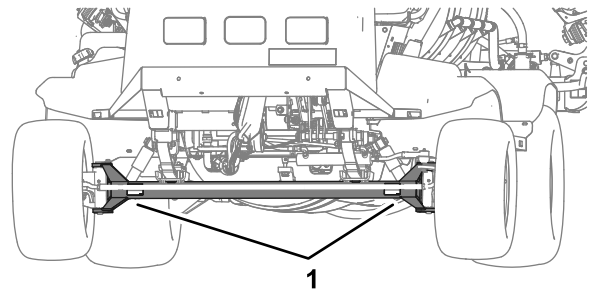
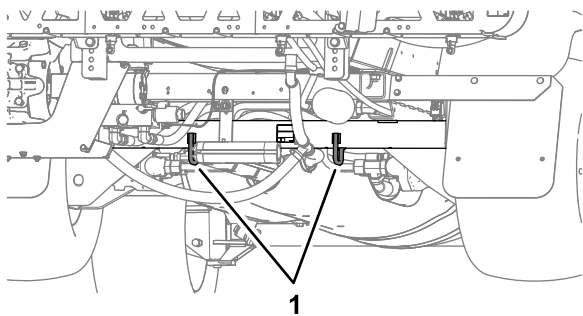

Figure 53
Figure 54
- Arrimez solidement la machine sur le véhicule de transport ; la Figure 53 et la Figure 54 montrent les points d'attache de la machine.